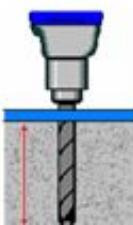

Fig. 3
- Avec une perceuse électrique, percez dans le sol les trous d'ancrage pour les boulons à expansion. Attention à bien percer verticalement (**fig. 3**).